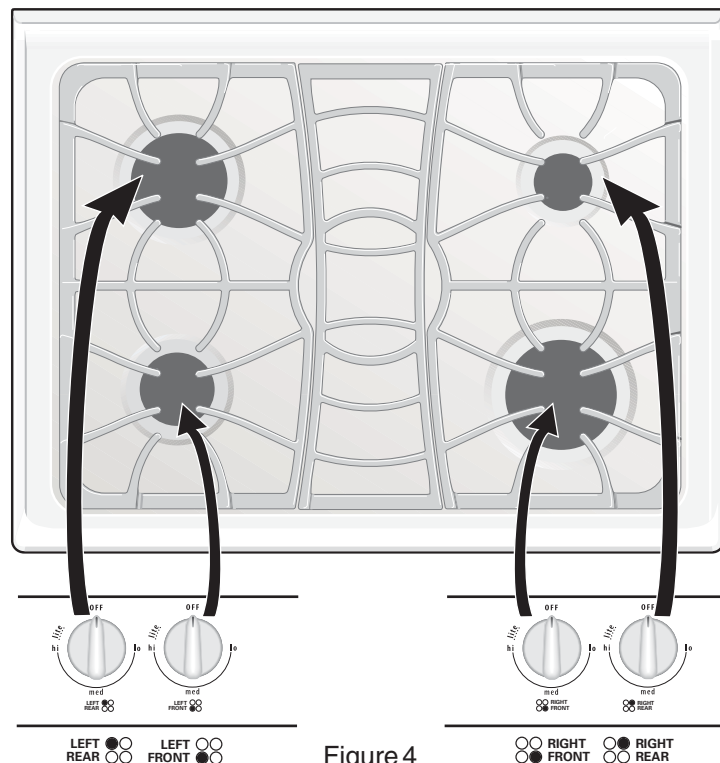
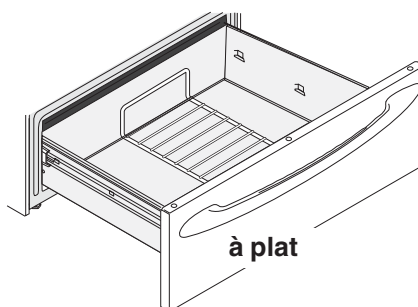

Figure 4
Figure 2
Le brûleur **MIJOTANT** est le plus petit des brûleurs. Il est plus souvent utilisé pour faire mijoter des sauces, etc. Il est situé à l'arrière droit sur la table de cuisson. (voir Figure 4).
Le brûleur **STANDARD** peut servir à presque tous les besoins. Ce brûleur est situé à l'avant gauche de la surface de cuisson (voir Figure 4).
Les 2 brûleurs de **PUISSANCE** sont les plus gros. Ils sont utilisés pour faire bouillir une grosse quantité de liquide rapidement ou lorsqu'il y a beaucoup de nourriture à préparer. Les 2 brûleurs de puissance sont situés à l'avant droit et l'arrière gauche de la surface de cuisson. (voir Figure 4).
- Grille **à plat** (Figure 2) sur le fond pour permettre de disposer des aliments de moindre poids et la vaisselle vide (par exemple, assiettes à petits pains ou pâtisseries et assiettes à dîner).
1. Appuyez sur la touche  du tiroir réchaud pour l'activer (see Figure 4). La lampe indicatrice du tiroir réchaud clignotera. Note: Si aucune autre touche n'est touchée avant 25 secondes, la commande pour allumer le tiroir réchaud sera annulée.
3. Chaque fois que vous appuierez sur les touches  ou  cela augmentera ou diminuera la température entre 6 niveaux de température de **HI** (haut) (voir Figure 2), **MED** (moyen) (voir Figure 3) jusqu'à **LO** (bas) (voir Figure 4). **Note:** Pour de meilleurs résultats, préchauffez le tiroir avant d'y mettre la nourriture. Un tiroir vide prendra environ 15 minutes à préchauffer.